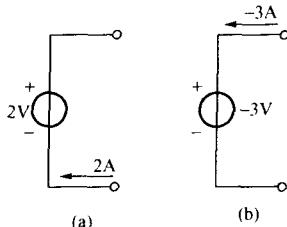

图 1-12 例 1.4 图
**【例 1-4】** 已知电压源的电压、电流参考方向如图 1-12 所示，求电压源的功率，并说明功率的性质。